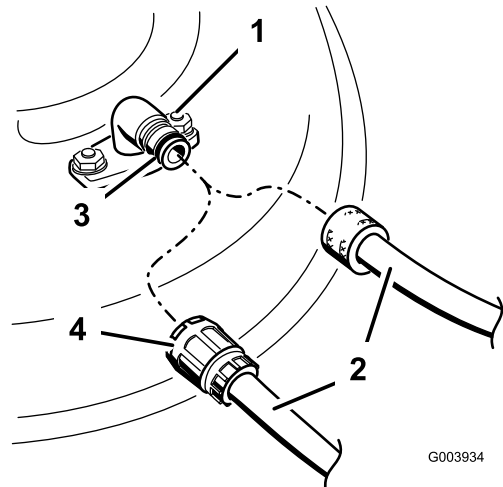

Bild 56
- Montieren Sie die Schlauchkupplung auf die Kupplung am Mähwerk-Spülanschluss und drehen Sie das Wasser mit starkem Druck auf (Bild 56).